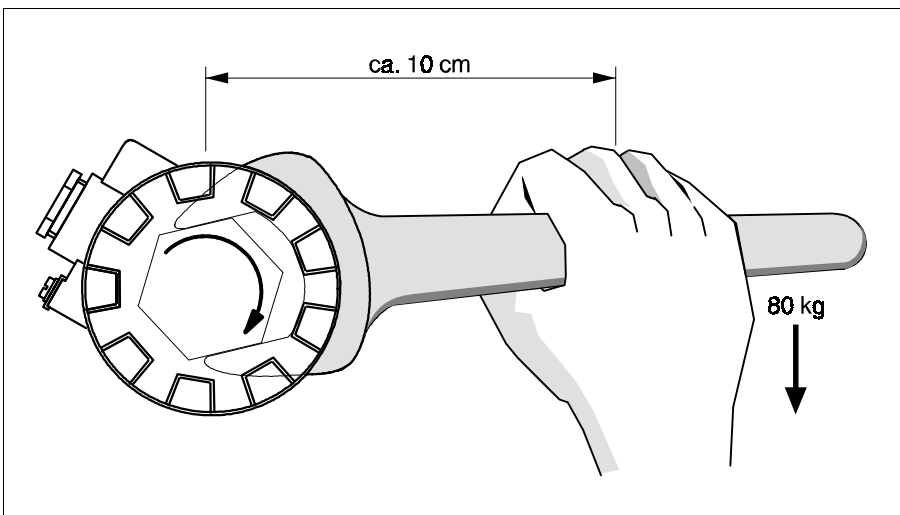

Fig. 13
- Ein Drehmoment von 80 Nm... 100 Nm genügt für ein sicheres Abdichten bis zu 6 bar. Siehe Fig. 13.